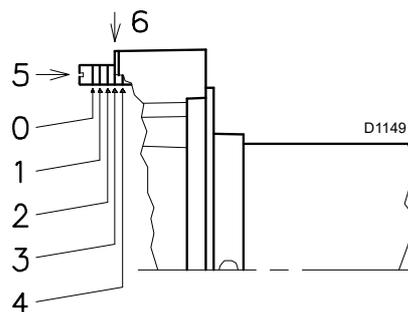

Fig. 18
- Tourner la vis 5 (Fig. 18) jusqu'à faire coïncider l'encoche indiquée par le diagramme (Fig. 19) avec le plan avant de la bride 6 (Fig. 18).
- D'après le diagramme (Fig. 19), il résulte que, pour ce débit, la régulation de la tête de combustion doit être effectuée sur l'encoche 3 comme en Fig. 18.